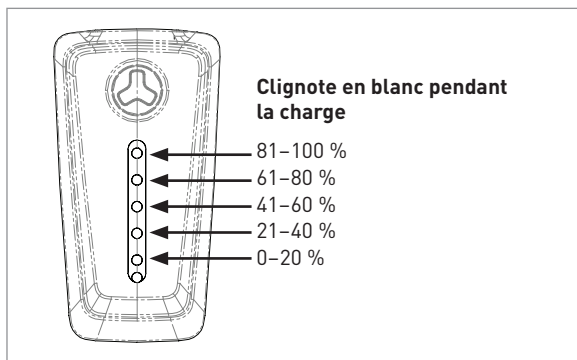

Figure 8
6. Il est possible de vérifier à tout moment l'état d'avancement de la charge en maintenant l'ANNEAU DE COMMANDE (RING CONTROL) sur la position « MARCHE » pendant quelques secondes. Une série de 1 à 5 DEL blanches s'allume sur le CONTROL HUB (Fig. 8). Le nombre total de voyants allumés indique le pourcentage de charge achevée, par tranches de 20 %. Le voyant blanc clignotant indique que les 20 % suivants de la puissance de la batterie sont en train d'être chargés. Une fois que le cinquième voyant blanc clignotant devient fixe, les cinq voyants passent au vert fixe, indiquant ainsi que la charge est terminée.